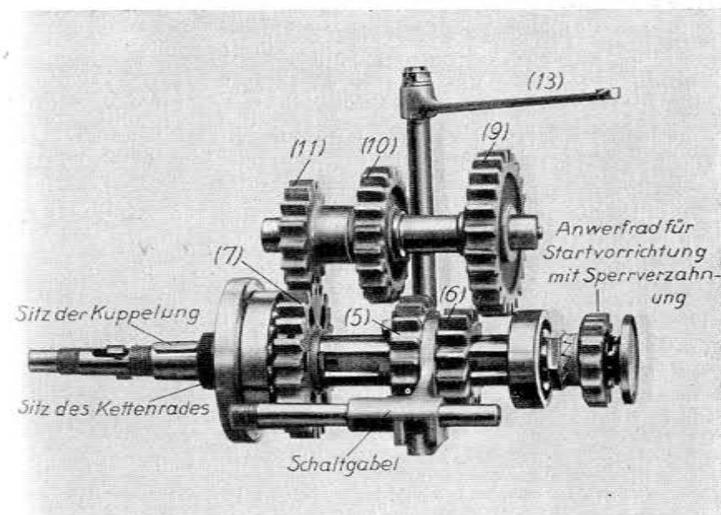

Abb. 20.
Abb. 20 wie folgt: Ist das Schieberäderpaar (5) und (6) mit keinem anderen Zahnrad gekuppelt, so steht das Getriebe auf Leerlauf. Dieser Zustand entspricht der Schalthebelstellung -O-. Führt man von dieser Stellung aus den Schalthebel in die Kerbe -1-, so weicht das Räderpaar auf der Hauptwelle soweit nach rechts, bis es in das Vorgelegerad (9) eingreift. Nunmehr arbeitet der Motor, dessen Antriebskette auf dem großen Kupplungskettenrad (18) läuft, mittels der Hauptwelle und dem jetzt eingerückten kleinen Zahn-